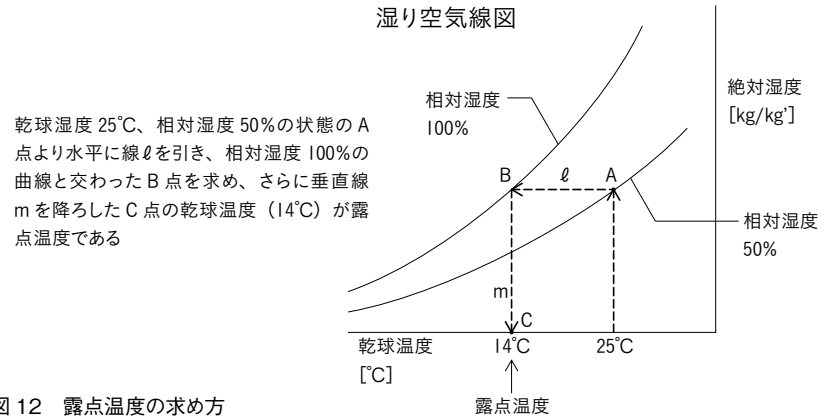

図 12 露点温度の求め方
4. 露点温度の求め方 [図 12]
気温（乾球温度）25°C、相対湿度 50%のときの露点温度を、図 12 の湿り空気線図より求める。